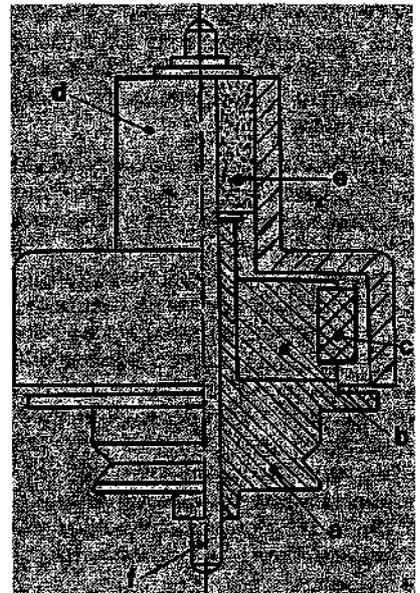

Bild 5 Aufbau der Fliehkraftkupplung
3.1 Aufbau der Fliehkraftkupplung (Bild 5)